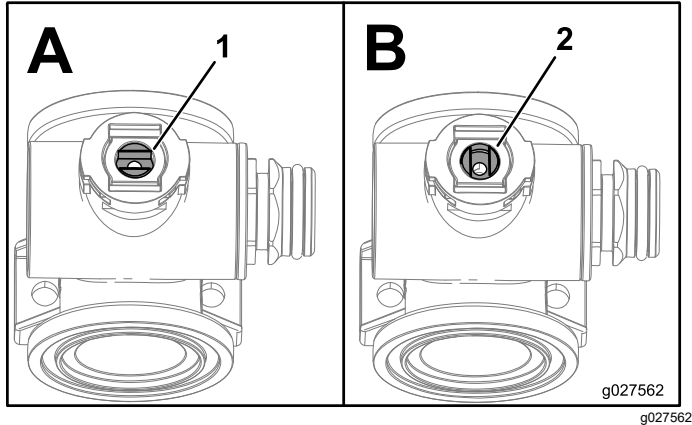

図 123
7. バルブステムアセンブリを「閉」にセットする 図 123。